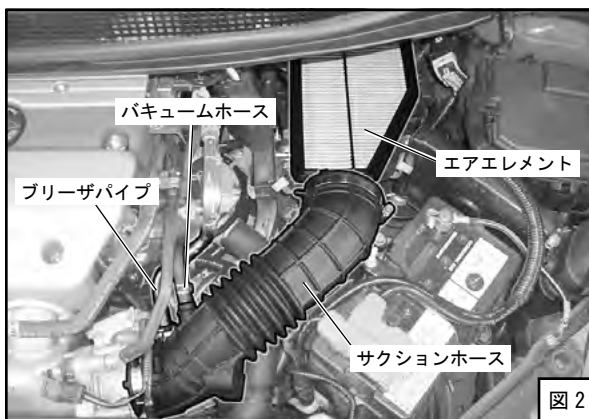

図 2
- (4) エアエレメントを取外してください。(図2)
- (5) ホースバンドを外し、サクションホースからバキュームホース、ブリーザパイプを抜いてください。(図2)
- (6) ホースバンドをゆるめサクションホースを取外してください。(図2)